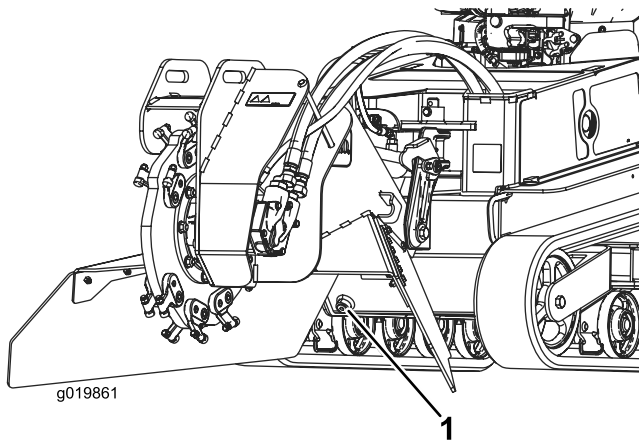

Figura 62
7. Retire el tapón de vaciado del depósito hidráulico y deje que se drene el aceite en el recipiente (Figura 62).